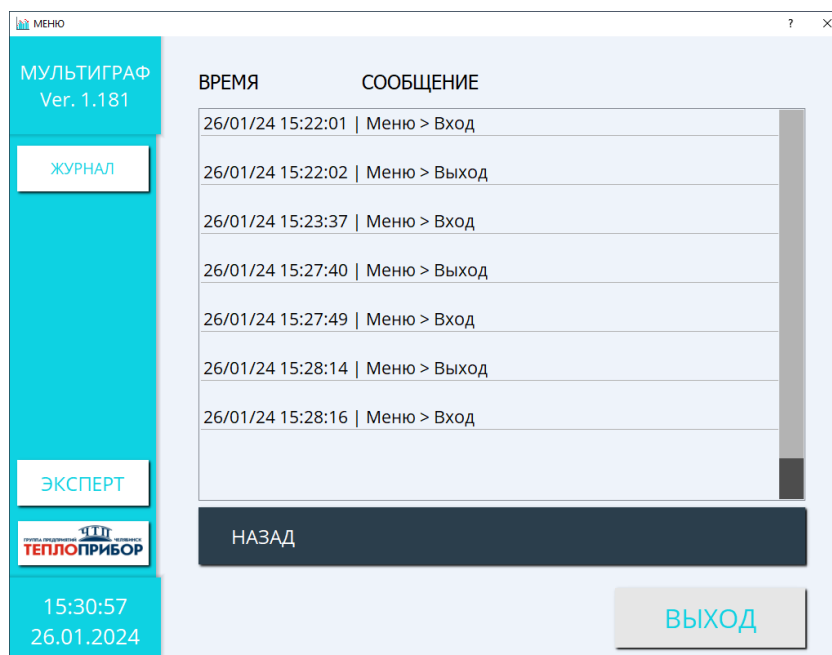

Рисунок 2.61 – Список диагностик
2.4.4.3.1 «СПИСОК ДИАГНОСТИК» представляет список всех действий, произведенных с прибором (настройка, вход в режимы, пункты меню и др.) (рис. 2.61). Необходимо зайти в режим «ЭКСПЕРТ»